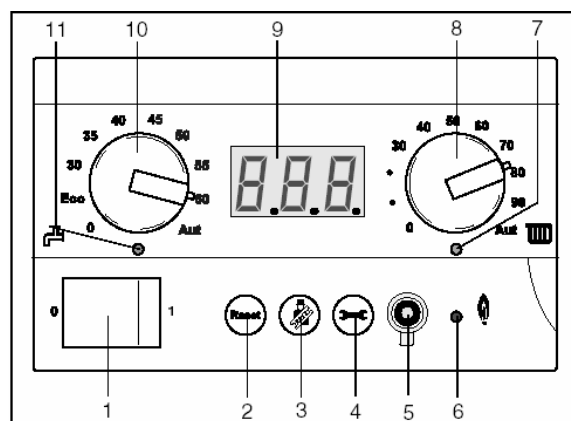

fig. 20 BC10
Denna lysdiod lyser när pannan är i drift (fig.20, pos.6).
Inställning av framledningstemperaturen (fig.20, pos.8)
Vredet (märkt med radiatorsymbol) används till att ställa in den maximala framledningstemperaturen (se tabell 3). När pannan bränner för centralvärmedrift, lyser lysdioden "Centralvärmedrift" (fig.20, pos. 7) under vredet tillsammans med lysdioden "Panna i drift" (fig.20, pos.6).
Inställning av bruksvattentemperaturen (fig.20, pos.10)
När pannan bränner för varmvattendrift, lyser dioden "Varmvattendrift" (fig.20, pos.11 tillsammans med lysdioden "Panna i drift" (fig.20, pos. 6).
- Anläggningen görs spänningsfri genom att ställa strömbrytaren på "0" (fig.20, pos.1).